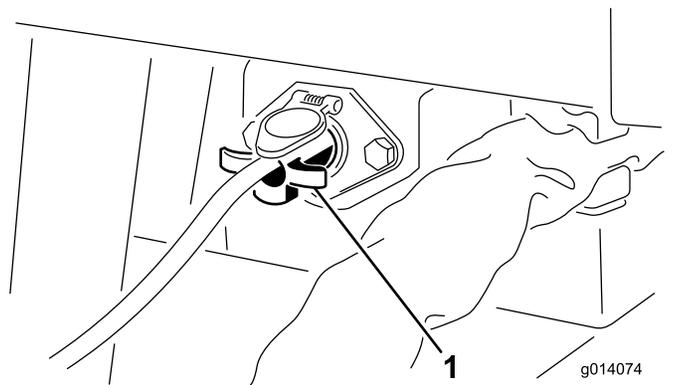

図 9
4. SH モデルでは、ON/OFF ペンダントスイッチ（の4ピン側）を、本装置の左前角部にあるソケットに接続する（図 9）。